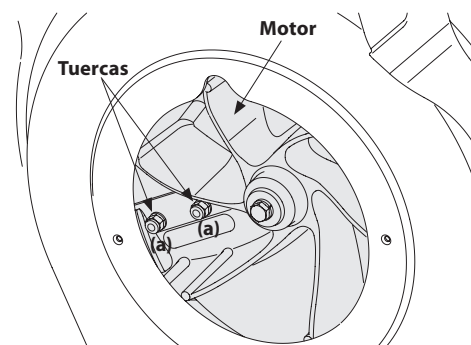

Figura 25
- Es posible alcanzar las tuercas de los tornillos de cabeza plana desde la parte inferior, mediante una llave universal de 1/2 pulg. con extensión. Vea la Figura 25.